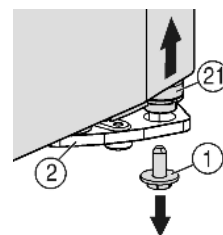
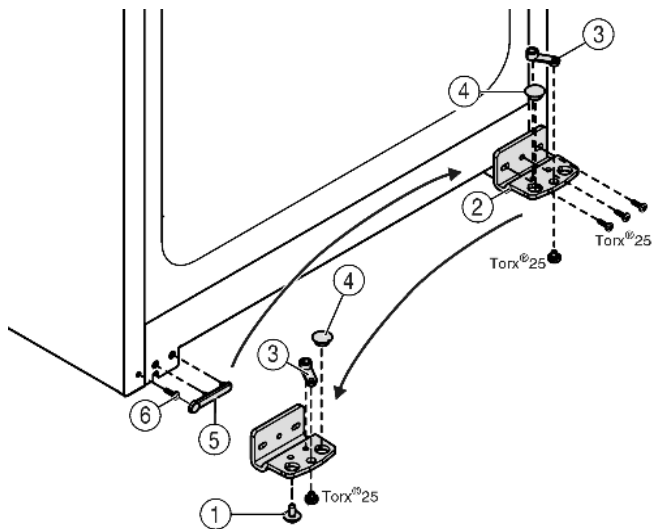

Fig. 4
Fig. 5
- ▶ Внизу справа на опорном кронштейне выкрутите фиксирующий винт Fig. 4 (1).
- ▶ Опорный палец Fig. 4 (21) можно извлечь из опорного кронштейна Fig. 5 (2).
- ▶ Если установочный винт Fig. 4 (21) не откручивается, его можно вынуть, нажав на него снизу.
- ▶ Откройте опорный кронштейн Fig. 5 (2).
- ▶ Открутите опорную деталь Fig. 5 (3) и, переставив в отверстие на противоположной стороне опорного кронштейна, снова прикрутите.
- ▶ Извлеките заглушку Fig. 5 (4) из опорного кронштейна и переставьте ее в отверстие на противоположной стороне опорного кронштейна.
- ▶ Осторожно снимите крышку со стороны ручки Fig. 5 (5).
- ▶ Выкрутите болт Fig. 5 (6) и вкрутите на противоположной стороне.
- ▶ Снова установите крышку Fig. 5 (5).
- ▶ Снова прикрутите опорный кронштейн Fig. 5 (2) на новой стороне шарнира (**с моментом 4 Нм**). При необходимости используйте аккумуляторный шурупверт.
- ▶ Вкрутите фиксирующий винт Fig. 4 (1) внизу в опорный палец и затяните (**с моментом 4 Нм**).